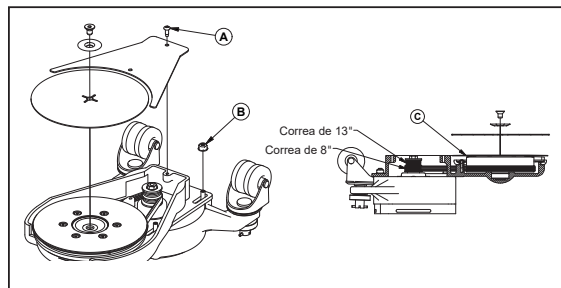

Imagen 4
2. Con un destornillador Phillips, retire los dos tornillos «A» que fijan la protección de la correa. Retire la protección de la correa. (Imagen 4)
3. Con un cabezal de 7/16", quite las cuatro tuercas «B» que aseguran el cabezal. (Imagen 4)
1. Coloque el cabezal en la máquina, asegurándose de que la correa esté colocada alrededor de la pulea del motor. Coloque la correa en las ranuras más bajas (las más cercanas al motor) para la extensión de 8". Coloque la correa en las ranuras más altas (las más alejadas del motor) para la extensión de 13". (Imagen 4)